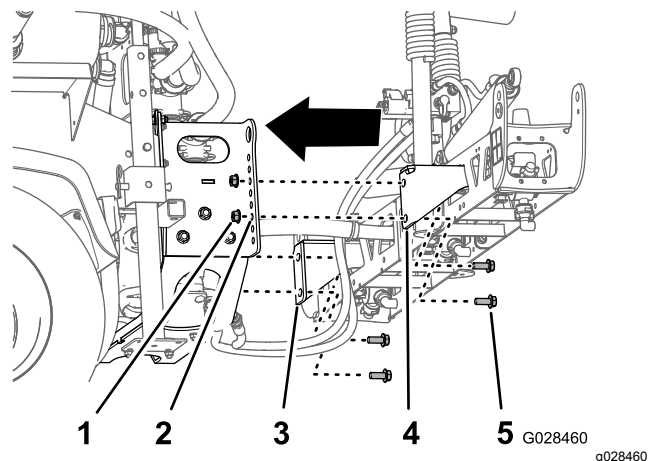

Figure 29
- Placez le trou inférieur des supports de section de la rampe centrale en face du troisième trou en partant du bas des supports de rampe sur le cadre du patin du pulvérisateur, comme montré à la Figure 29.